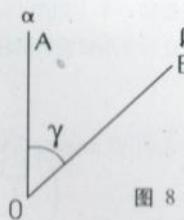

图 8
4.3.3 转动望远镜瞄准 B 点，读取度盘刻度值，则两者之差即为方位角 γ （如图 8）。